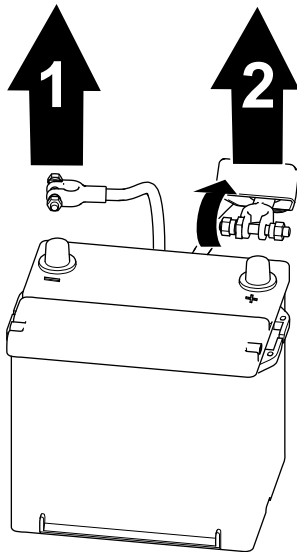

Bild 62
1. Trennen Sie das Minuskabel des Akkus vom Akkupol ab (Bild 62).
2. Heben Sie die Isolierung an und ziehen Sie das Pluskabel des Akkus vom Akkupol ab (Bild 62).